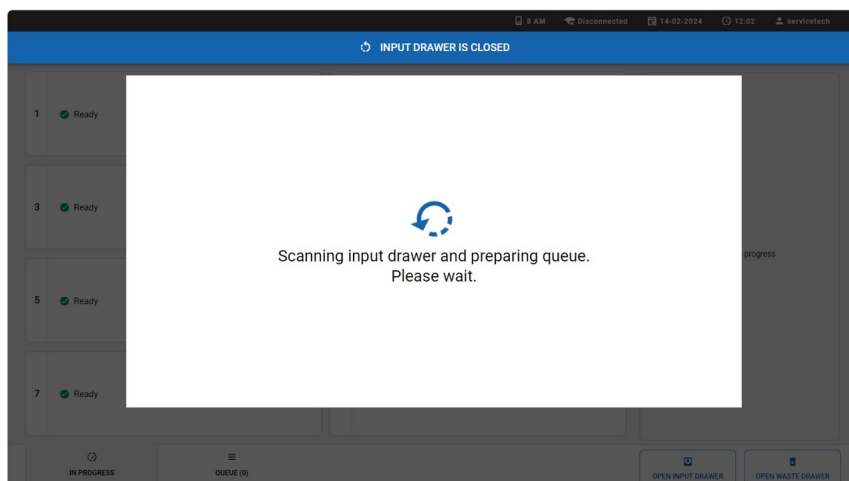

Bild 19. Skärmen Preparing queue (Förbereda kö).
8. Stäng inmatningslådan när alla kassetter har skannats och satts i manuellt. Systemet kommer att skanna kassetterna och förbereda en kö (Bild 19).